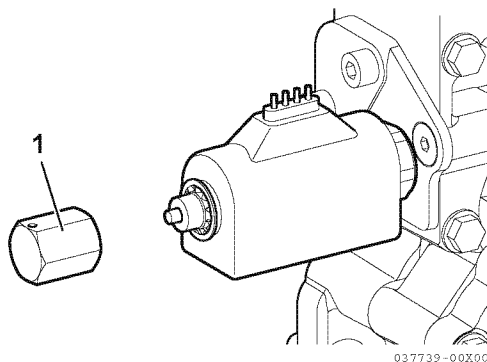

Figura 13
2. Enrosque la tuerca de emergencia (1, **Figura 13**) en la válvula eléctrica.